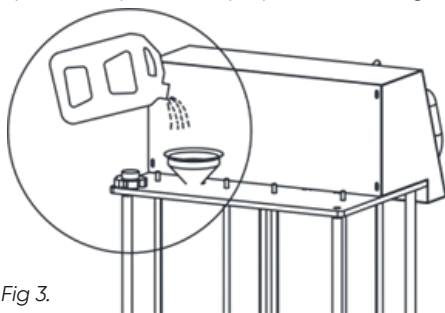

Fig 3.
2. Consulte al manual del vehiculo para obtener informacion sobre las especificaciones y la cantidad de anticongelante. Abra la tapa del tanque nuevo en la parte trasera del equipo, agregue anticongelante de la cantidad adecuada (Max.12L) a traves de un embudo y apriete la tapa del tanque para sellarlo. (Fig. 3)